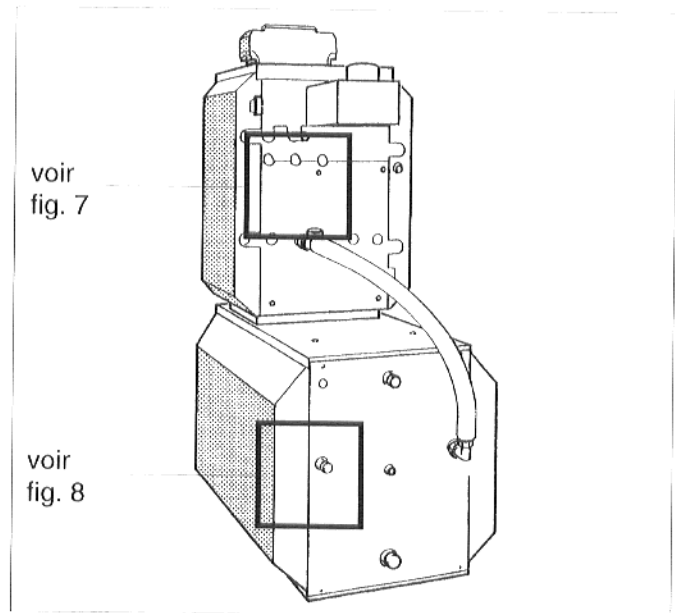

Fig. 6 : vue arrière, liaison retour montée
- Placer le joint torique dans la gorge du nipple double et visser le nipple double dans le départ préparateur de la chaudière (fig. 6 et 7).
- Placer le joint plat dans l'écrou-raccord du deuxième tuyau en métal ondulé, mettre le tuyau en métal ondulé en forme et le visser au nipple double (fig. 6 et 7).
- Placer le joint plat dans l'écrou-raccord de la soupape de non-retour et visser la soupape de non-retour au départ préparateur (fig. 6 et 8).
- Placer le joint plat pour la pompe ( $\varnothing 44 \times 28 \times 2$ ) dans l'autre écrou-raccord de la soupape de non-retour et visser la pompe de charge du préparateur, sens de l'écoulement vers le bas, à la soupape de non-retour (fig. 6 et 8).
- Placer le deuxième joint plat pour la pompe ( $\varnothing 44 \times 28 \times 2$ ) dans le réducteur et visser le réducteur à la tubulure d'aspiration de la pompe de charge du préparateur (fig. 6 et 8).
- Placer le joint plat dans le deuxième écrou-raccord du tuyau en métal ondulé et visser le tuyau en métal ondulé au réducteur (fig. 6 et 8).